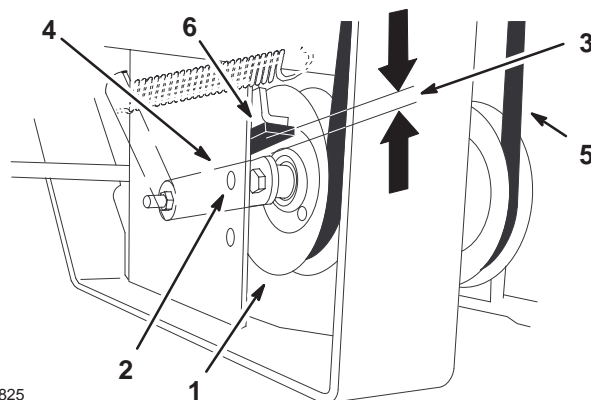

Figure 77
9. Contrôlez la distance entre la butée en caoutchouc et le bras de la poulie de tension à ressort quand la plaque de la poulie est serrée. On doit obtenir une distance de 0 à 6 mm (0 à 1/4 pouce) à partir de la butée (Fig. 77).